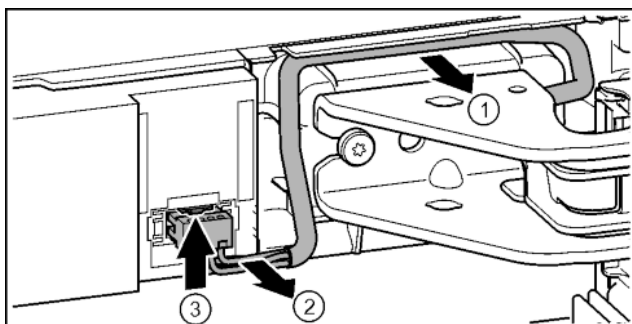

Fig. 18
- Facendo attenzione staccare dalla guida il cavo sopra il blocco di supporto. Fig. 18 (1)
- Facendo attenzione tirare i fili del cavo dal canale. Fig. 18 (2)
- Spingere la linguetta verso l'alto ed estrarre con attenzione la spina. Fig. 18 (3)